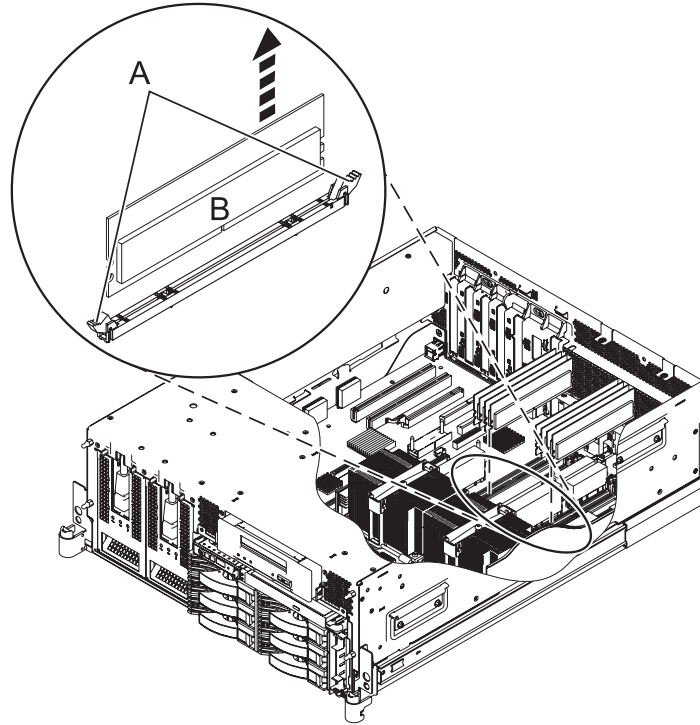

Figure 22. Retrait d'un module de mémoire
11. Déverrouillez le module de mémoire que vous avez identifié à l'étape 7, à la page 24 en écartant les taquets de verrouillage (A) comme illustré à la figure 22, à la page 27 puis en les abaissant. La pression exercée sur les taquets force le module à sortir du connecteur.
12. Sortez le module de mémoire du connecteur (voir la figure 22).